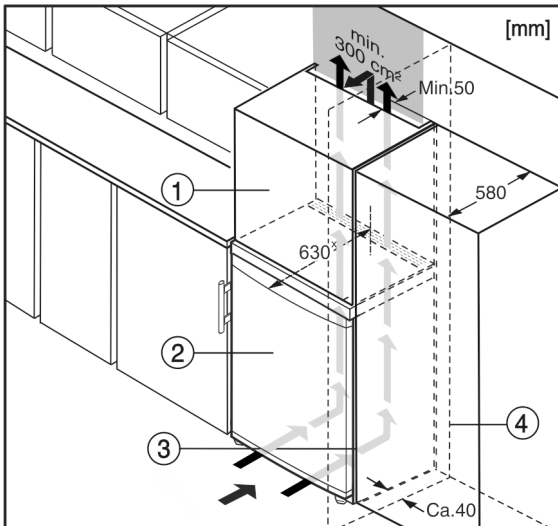

Fig. 5
A készüléket körbe lehet építeni konyhaszekrényekkel. Rá lehet szerelni Fig. 5 (2) egy rátét szekrényt, hogy a készüléket a konyhabútorok magasságához Fig. 5 (1) igazítsa.
Ha (max. 580 mm mélységű) konyhaszekrényekkel építi körül, akkor a berendezést közvetlenül a konyhaszekrény Fig. 5 (3) mellett is felállíthatja. A készülék oldalirányban 34 mm*, a közepétől pedig 50 mm* távolságban nyúlik túl a konyhaszekrény előlapjához képest.
Mikor a berendezést a csuklópántokkal egy fal Fig. 5 (4) mellett állítja fel, akkor a berendezés és a fal közti távolság legalább 40 mm legyen. Ez nyitott ajtó esetén megfelel a fogantyú túlnyúlásának.